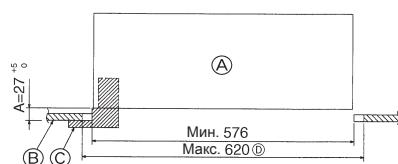

Fig. 5-2
5.2. Подготовка к установке вентиляционной решетки (Fig. 5-2)